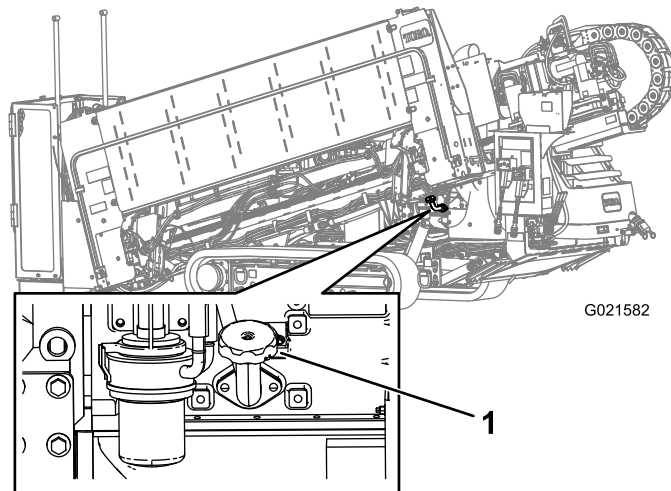

Figura 121
- A. Retire a tampa do tubo de enchimento (Figura 121) e adicione óleo até o nível alcançar a marca MAX (H). **Não ultrapasse essa marca.**